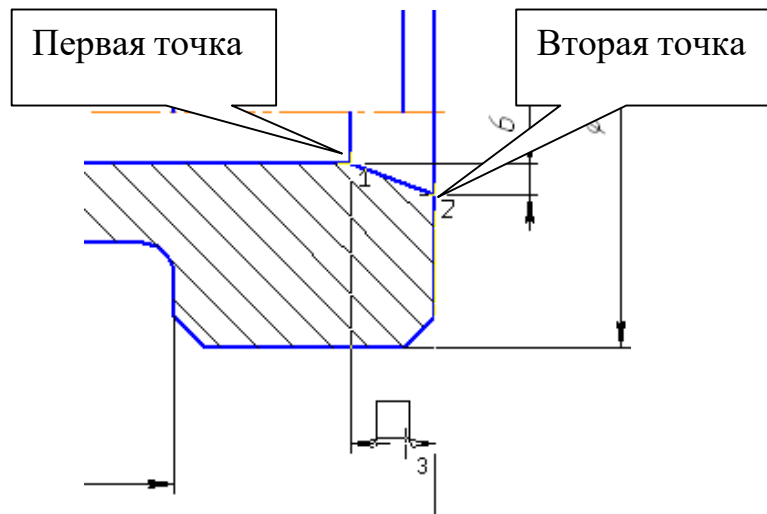
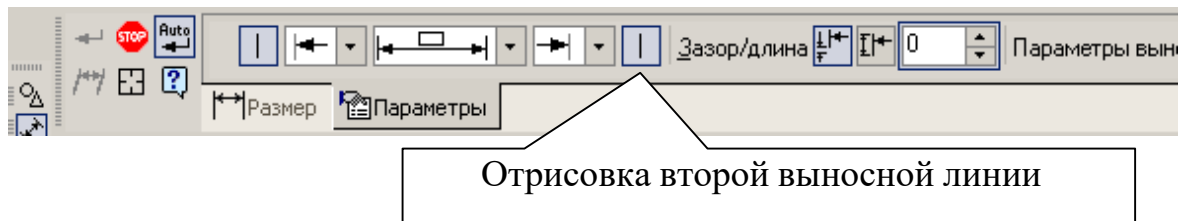

Рис. 20
Рис. 21
• Проставьте размеры: «10», «16», «6», «6×45°» (2 фаски). Для этого выберите команду **Линейный размер**. Для простановки размера «6×45°» (2 фаски) укажите первую и вторую точки, определяющие размеркатета, в поле текста размерной надписи система автоматически покажет размер «6». Щелкните левой кнопкой мыши в поле текста размерной надписи (рис. 77), откроется окно, рис. 78. Нажмите кнопку [x45] для оформления надписи «6x45 ». Для выполнения надписи «2 фаски» (текстпод размерной надписью) откройте поле, предназначенное для выполнения текста под размерной надписью. Для этого нажмите на кнопку [»] и в открывшемся поле выполните двойной щелчок левой кнопкой мыши. Появятся шаблоны. Выберите из них необходимый шаблон: «2 фаски», щелкните на нем левой кнопкой мыши, затем кнопку [OK]. Зафиксируйте положение размерной линии щелчком левой кнопки мыши. Проставьте размеры «10», «6» самостоятельно. Для простановки размера «16» выберите точки привязки, рис. 20. В данном случае выносная линия из точки 2 будет накладываться на уже имеющуюся. Поэтому в строке параметров активизируйте **Параметры** и отключитекнопку **Отрисовка второй выносной линии**, рис. 21.